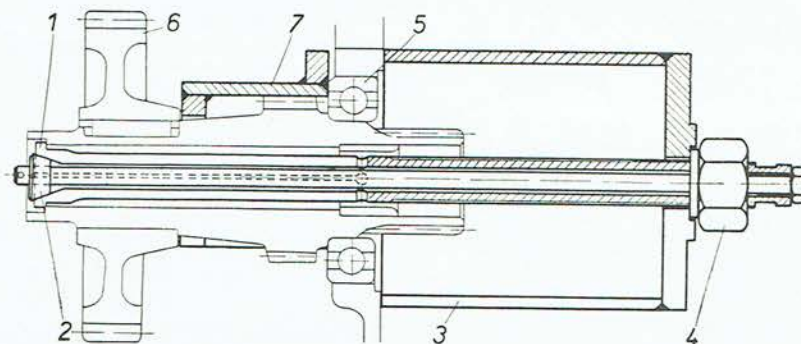

Abb. 122
1. In die Hohlwelle der Reduktion ist der Abzieher der Spezial-Montagevorrichtung (Abb. 121/1) so einzuschieben, dass er sich mit der Ansatzfläche (Abb. 122/1) gegen die Aussparung der Hohlwelle abstützt. Mit einer Schraube (Abb. 121/2) ist der Kegel (Abb. 122/2) in den Abzieher hineinzuziehen.
2. Zwischen die Rückwand des Getriebegehäuses und die Mutter (Abb. 122/4) ist ein Stützrohr (Abb. 122/3) einzulegen.
Durch Festziehen der Mutter (Abb. 122/4) wird die Hohlwelle der Reduktion samt dem Lager 6210 (6208, 6310 — Abb. 122/5) aus der Rückwand des Getriebegehäuses herauspresst. Dadurch wird gleichzeitig die Hohlwelle mit dem Dauereingriffsrad der Reduktion (Abb. 122/6) aus dem Lager 6210 N (6208 N, 6310 N), das in der Innenwand des Getriebegehäuses bleibt, herausgeschoben.
3. Beim Herausnehmen der Hohlwelle der Reduktion aus dem Getriebegehäuse ist zwischen das Zahnrad des ständigen Eingriffs der Reduktion und die Innenwand des Getriebegehäuses eine Spreitze (Abb. 122/7) einzulegen, die ein Bestandteil des Abziehers für das Dauereingriffsrad der Reduktion ist. Durch Festziehen der Mutter des Abziehers (Abb. 122/4) wird das Dauereingriffsrad der Reduktion von der Hohlwelle abgezogen.